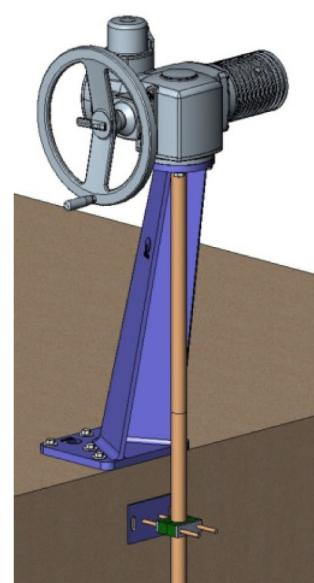

Рис. 10
- Возможна установка наклонной колонны (Рис. 10).